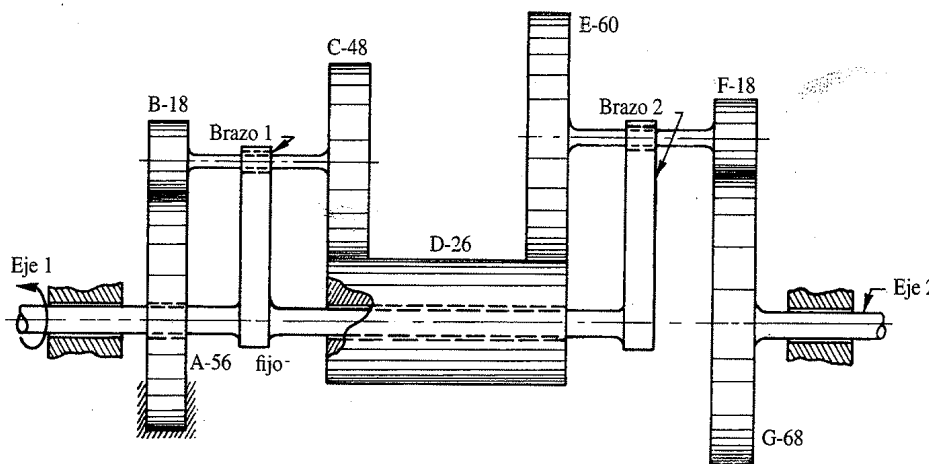

FIGURA P9-9 Problema 9-42 De P. H. Hill y W. P. Rule (1960). *Mechanisms: Analysis and Design*, con permiso
- †9-42 La figura P9-9 muestra un tren epíciclico compuesto. El eje 1 es impulsado a 300 rpm en sentido contrario al de las manecillas del reloj y el engrane A está fijo a la bancada. Los números de dientes se indican en la figura. Determine la velocidad y dirección del eje 2.